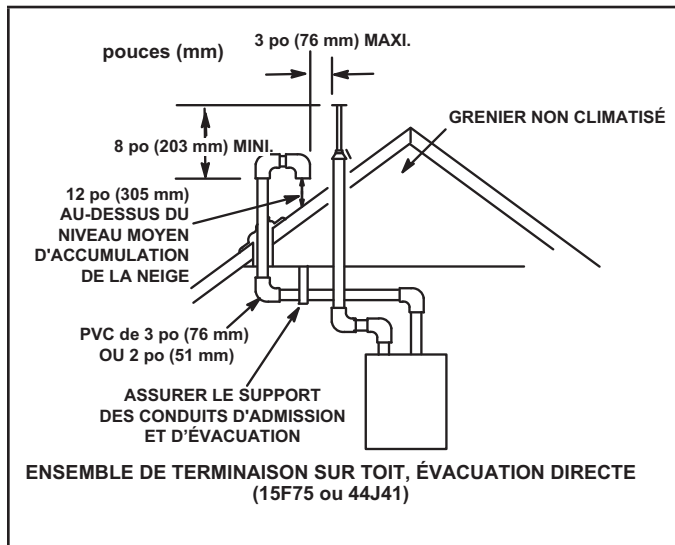

FIGURE 30
- 3 - Avec les terminaisons sur toit, le conduit d'admission doit comporter deux coudes à 90° et se terminer verticalement vers le bas (voir FIGURE 30).